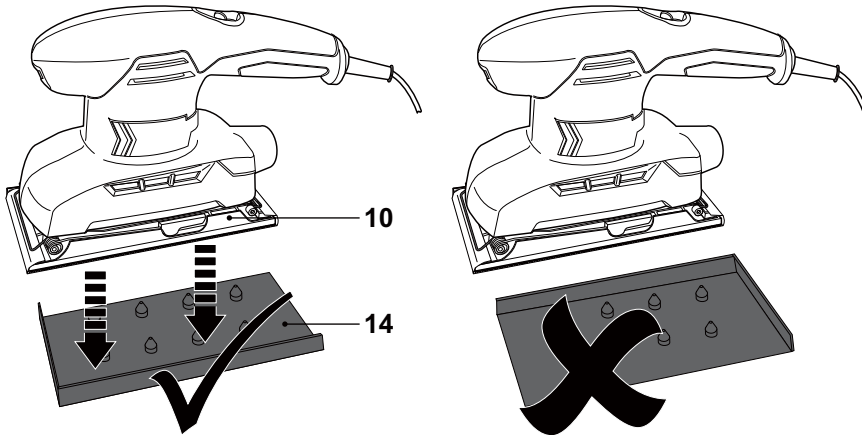

Fig. 8
- > Alinhe a placa base (10) com a folha de lixa colocada na placa perfuradora (14). Certifique-se que os rebordos da placa base (10) coincidam com os rebordos da placa perfuradora (14).
- > Pressione o produto na placa perfuradora (14) (Fig. 8).